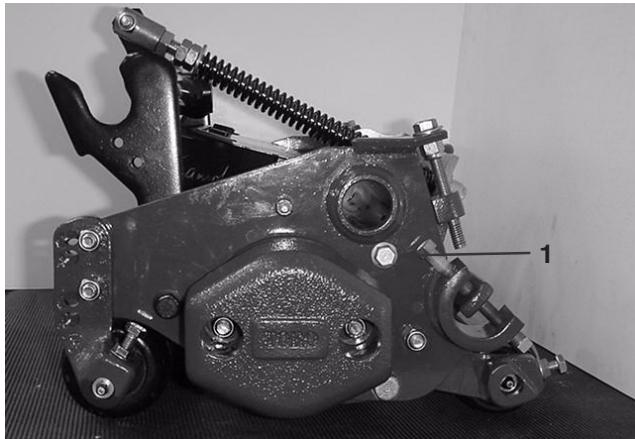

Figure 3
- Pour ouvrir le déflecteur arrière (Fig. 3), desserrez la vis à collet fixant le déflecteur à la plaque latérale droite, tournez le déflecteur en position ouverte et serrez la vis.